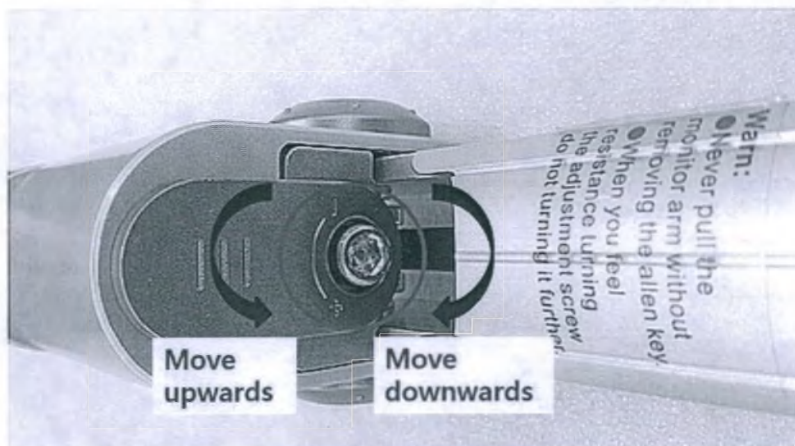

Рисунок 6. Регулировка высоты опоры кронштейна датчика.
- ❑ Вы можете отрегулировать положение и угол наклона датчика в соответствии с пациентом и область стимуляции. Опоры рычага преобразователя можно перемещать вверх и вниз, влево и вправо, а угол наклона преобразователя можно регулировать с помощью держателя преобразователя. Высота рычага преобразователя регулируется весом преобразователя с помощью давления пневматической пружины. См. Рисунок 6, чтобы отрегулировать высоту. Чтобы отрегулировать угол наклона датчика, удерживайте держатель датчика в разблокированном положении и отрегулируйте угол. После завершения регулировки держатель необходимо заблокировать. См. Рисунок 11 ниже.